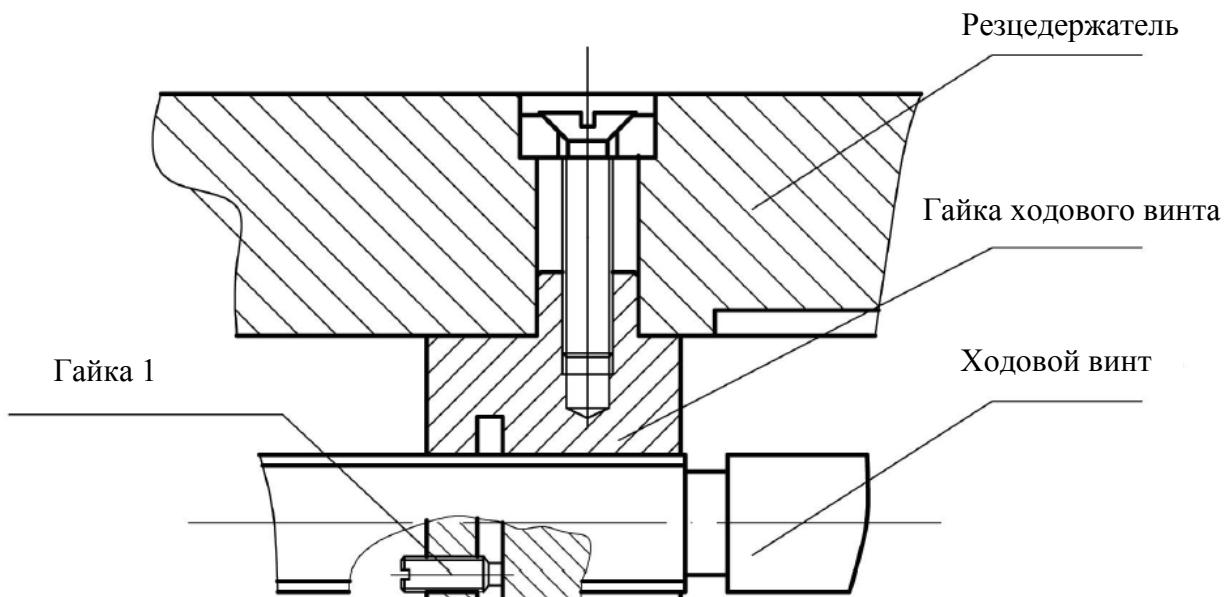

Рис. 10 Отрегулируйте зазор горизонтального ходового винта
- 3) Регулировка зазора гайки ходового винта (см. рис. 10): вращайте винт 1, чтобы устранить зазор. Зазор не должен быть слишком малым, в противном случае износ усилится.